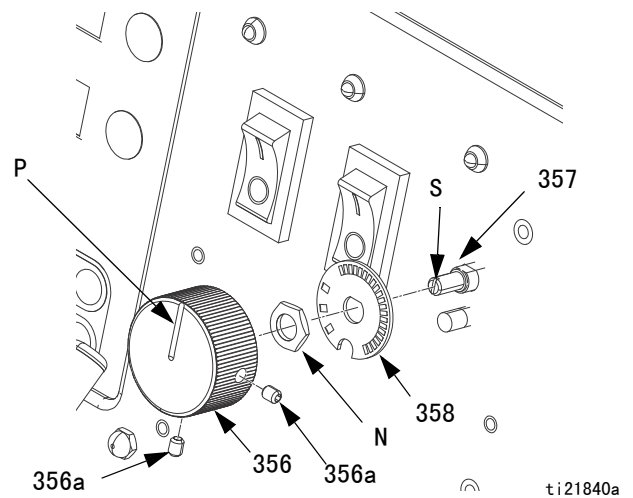

图 9：更换功能旋钮 / 电位器
4. 参见图 9。卸下两个定位螺钉（356a），将功能旋钮（356）拉离电位器（357）轴。